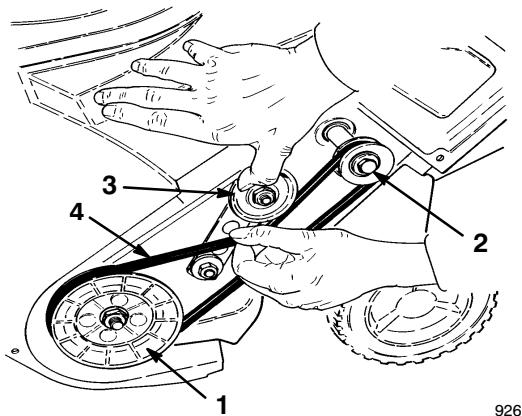

Figure 10
5. Tirer légèrement le galet tendeur vers le haut, tirer la courroie vers l'extérieur pour la dégager, et laisser le galet tendeur redescendre à côté de la courroie (Fig. 10).
6. Faire tourner le rotor pour dégager progressivement la courroie de la poulie du rotor. La courroie devrait ensuite s'enlever sans difficultés de la poulie motrice (Fig. 10).
7. Mettre la courroie neuve en place sur la poulie motrice. Glisser la courroie sur la poulie du rotor, la maintenir en place et faire tourner le rotor jusqu'à ce que la courroie soit complètement chaussée sur la poulie (Fig. 10).